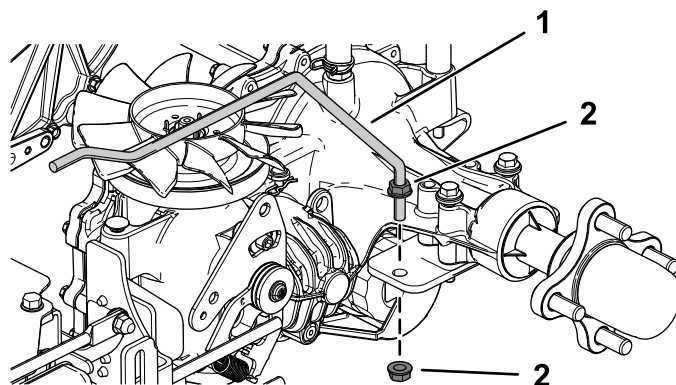

Figure 6
2. Montez les nouvelles tiges de support arrière gauche et droite à l'aide de 2 écrous Whiz (3/8") de chaque côté (Figure 6).